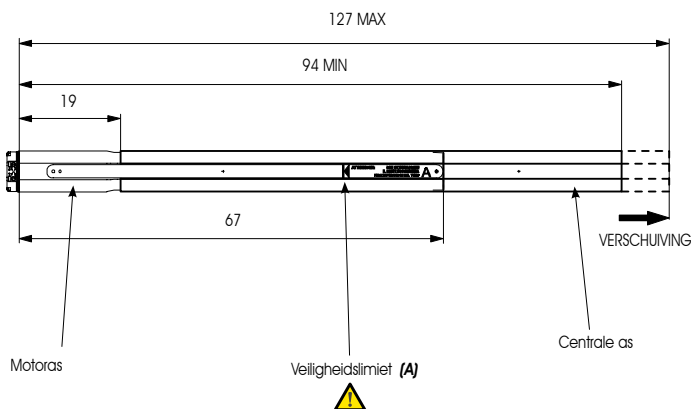

Fig. 9
Om de maximale afmeting te krijgen moet de centrale as van de motoras worden geschoven tot aan de veiligheidslimiet die op de strip wordt aangegeven. (Fig. 9 ref.A) (Lengte as 127 cm)
**⚠ BIJ HET VERSCHUIVEN VAN DE MOTORAS NAAR HET UITEINDE VAN DE CENTRALE AS MAG DE VEILIGHEIDSLIMIET (Fig. 9 ref. A) NOOIT WORDEN Overschreden**